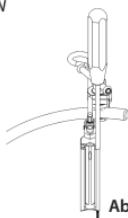

Abbildung 16
- Wählen Sie die **ATP-Schrauben** (UL-0360 bis UL-0378) je nach Klingenlänge, und verwenden Sie den **lateralen Schraubendreher** (wie ML-0055) zum Einschrauben in den Wirbelkörper. Die Schraube sollte in eine Kanülierung in der **kanülierte ATP-Klinge** passen. (Abbildung 16)